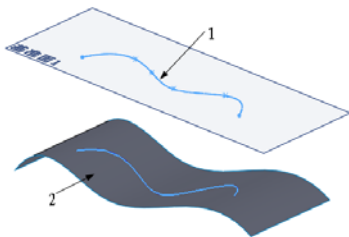
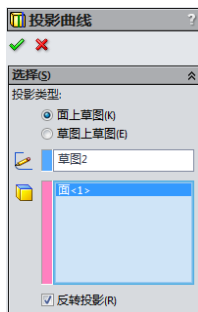

图 6-16 等轴测视图
图 6-17 “投影曲线”属性管理器
**08** 设置视图方向。单击“前导视图”工具栏中的“等轴测”图标，将视图以等轴测方向显示，结果如图 6-16 所示。
**10** 设置投影曲线。在属性管理器的“投影类型”一栏的下拉菜单中，选择“草图到面”选项；在“要投影的草图”一栏中，选择图 6-16 中的样条曲线 1；在“投影面”一栏中，选择图 6-16 中的曲面 2；在视图中观测投影曲线的方向，是否投影到曲面，勾选“反转投影”选项，使曲线投影到曲面上。设置好的属性管理器如图 6-17 所示。